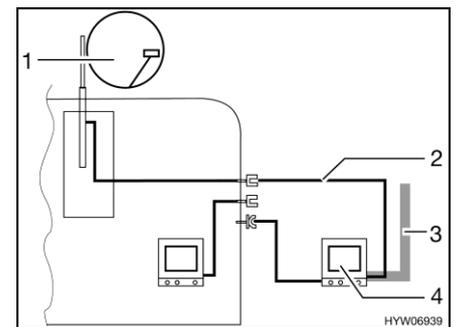

Fig. 132 TV dans l'auvent
- TV dans l'auvent (Fig. 132,4) : Raccord à l'antenne sur le toit (Fig. 132,1) avec câble d'alimentation (Fig. 132,2)
- TV dans l'auvent (Fig. 132,4) : Raccord à l'antenne extérieure (Fig. 132,3)